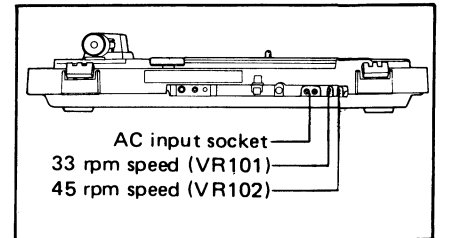

Fig. 17
2. Girar el VR102 con un destornillador por detrás del aparato hasta la rotación nominal (45 r.p.m.) y verificar la rotación con un estroboscopio mientras se ajuste la velocidad. (Fig. 17)
4. Girar el VR101 con un destornillador por detrás del aparato hasta la rotación nominal (33-1/3) y verificar la rotación con un estroboscopio mientras se ajuste la velocidad. (Fig. 17)
2. Turn the VR102 with a screw driver from the back of the set to the rated rotation (45 rpm) and check the rotation with a strobe while adjusting the speed. (Fig. 17)
4. Turn the VR101 with a screwdriver from the back of the set to the rated rotation (33-1/3 rpm) and check the rotation with a strobe while adjusting the speed. (Fig. 17)